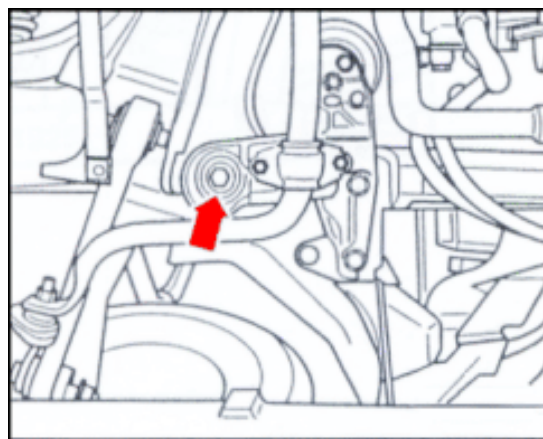

fig. 14
- 1 - Colocar a ferramenta V.A G. 1925 em posição onde seus dois eixos verticais coincidam com os pontos de alojamentos designados para o levantamento da carroceria (Fig. 14).